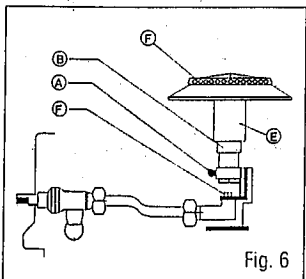

Fig. 6
- Desserrer la vis A (fig. 6) afin de dégager la bague d'air B.
- Enlever l'injecteur C (fig. 6) et le remplacer par celui adapté au nouveau type de gaz (voir tableau des injecteurs tab. 1).
- Mettre en place le support E et la tête de brûleur F (Fig. 6).
- Desserrer la vis A (Fig. 6) afin de faire coulisser la bague d'air B (Fig. 6).
- Serrer la vis A (Fig. 6) lorsque le réglage correct est atteint.